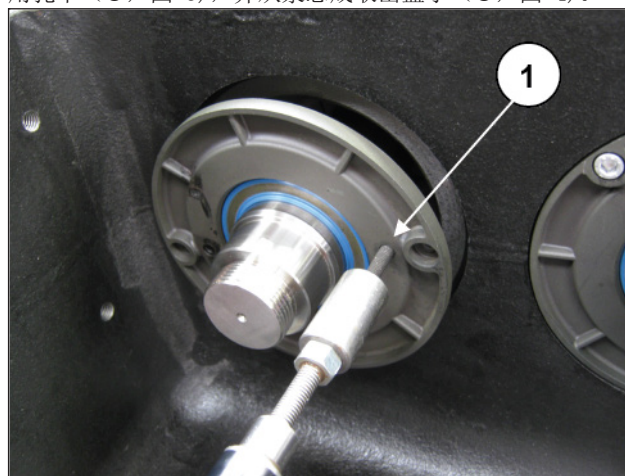
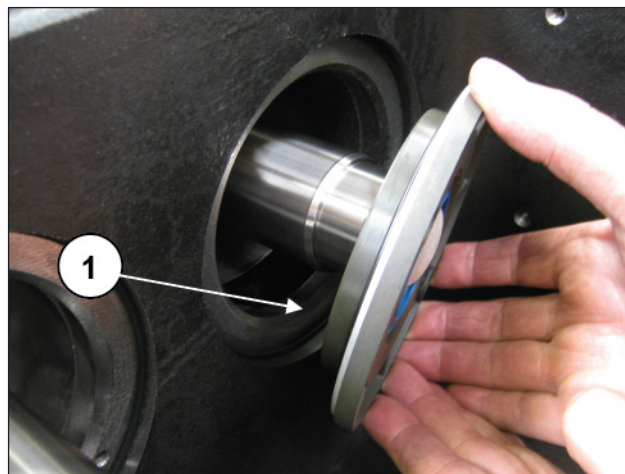

图 3
图 4
通过拔取器拧紧一条螺纹杆或一个M6螺栓到油封盖上的专用孔中（①，图 3），并从泵总成取出盖子（①，图 4）。